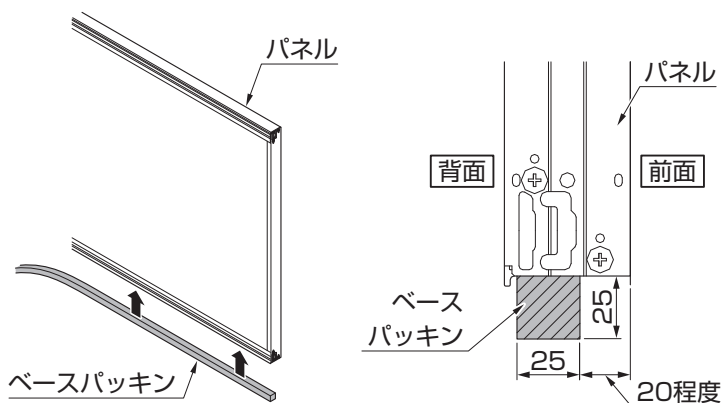

図3-2 ベースパッキン貼付け位置
① 最下段のパネル下面の中心より背面寄りに、ベースパッキンを貼付けてください。(図3-2参照)